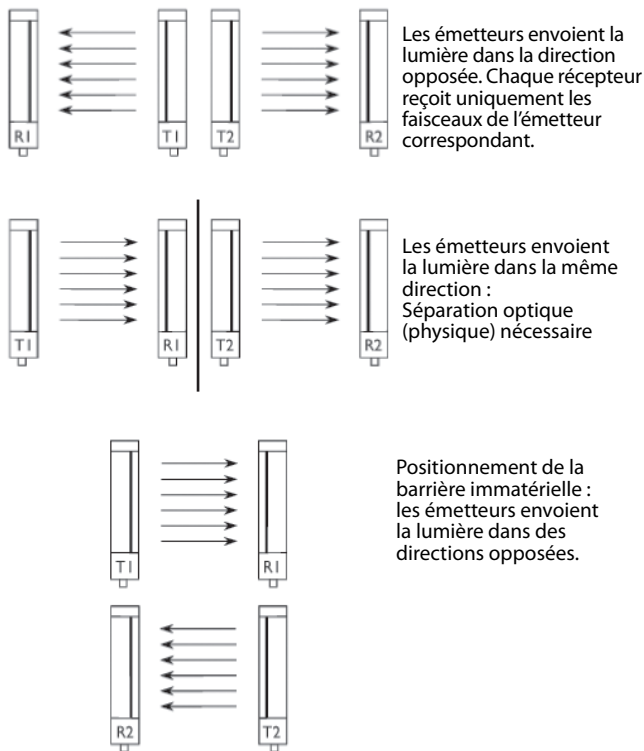

Figure 9 : Options d'alignement en cas de barrières GuardShield Micro 400 multiples
1. Montez l'émetteur et le récepteur avec les supports (Figure 9). Assurez-vous que leurs deux axes longitudinaux sont parallèles l'un à l'autre. Pour un montage vertical ou horizontal, un niveau peut vous aider à déterminer la position correcte.